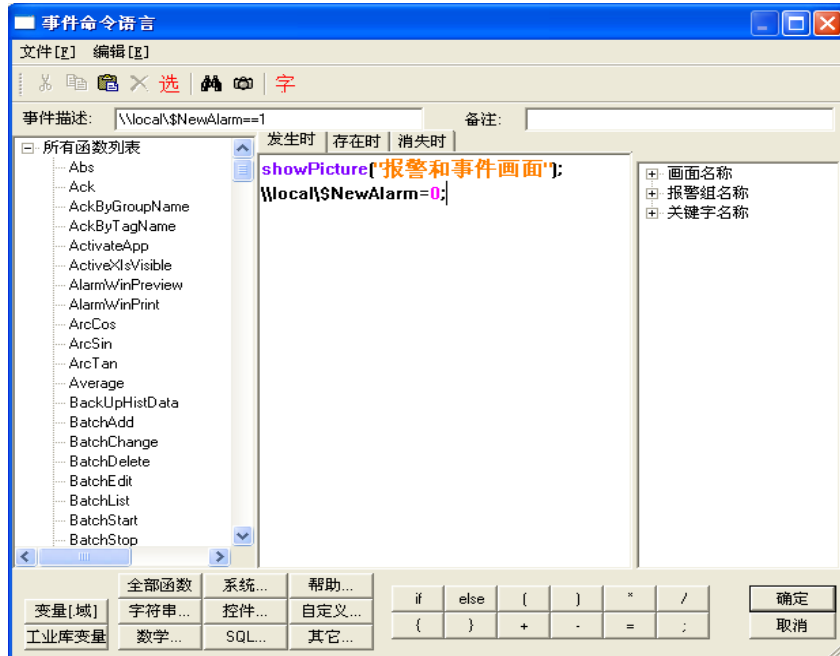

图 5-12 事件命令语言编辑框
1、在工程浏览窗口中的“工程目录显示区”中选择“命令语言”中的“事件命令语言”选项，在右侧“目录内容显示区”中双击“新建”图标，弹出“事件命令语言”编辑框，设置如图 5-12 所示。